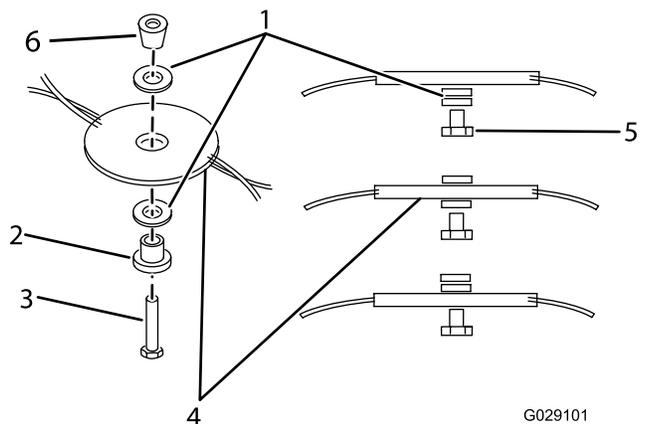

Рисунок 13
5. Переместите разделители на требуемую высоту, затем заново установите режущий диск (Рисунок 13).